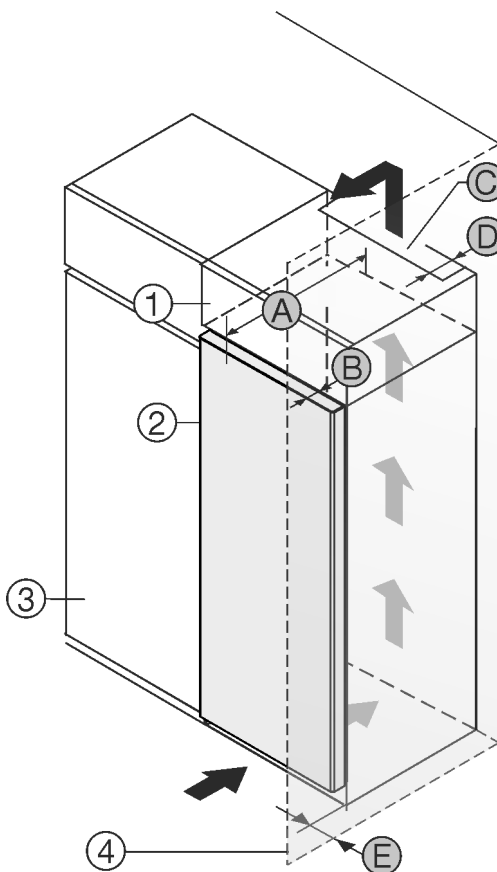

Fig. 1
- (1) Viseći ormar \*
- (2) Uređaj \*
- (3) Kuhinjski ormar \*
- (4) Zid \*
- (A) Dubina uređaja \*
- (B) Dubina vrata \*
- (C) Ventilacijski presjek \*
- (D) Udaljenost od stražnje strane uređaja \*
- (E) Udaljenost od bočne strane uređaja \*
Uređaj možete postaviti neposredno pored kuhinjskog ormara Fig. 1 (3)\*.
Na stražnjoj strani visećeg ormara treba postojati otvor za odzračivanje dubine Fig. 1 (D) po cijeloj širini visećeg ormara.\*
Ispod stropa prostorije treba poštovati ventilacijski presjek Fig. 1 (C)\*.
Kada se uređaj postavlja s okovima pored zida Fig. 1 (4), razmak između uređaja i zida mora iznositi najmanje 13 mm.\*
Kako biste vrata mogli potpuno otvoriti, uređaj mora biti za dubinu vrata Fig. 1 (B) ispred u odnosu na prednjicu kuhinjskog ormara. Ovisno o dubini kuhinjskih elemenata Fig. 1 (3) i uporabi zidnih odstojn timer, uređaj može i dalje stršati.\*